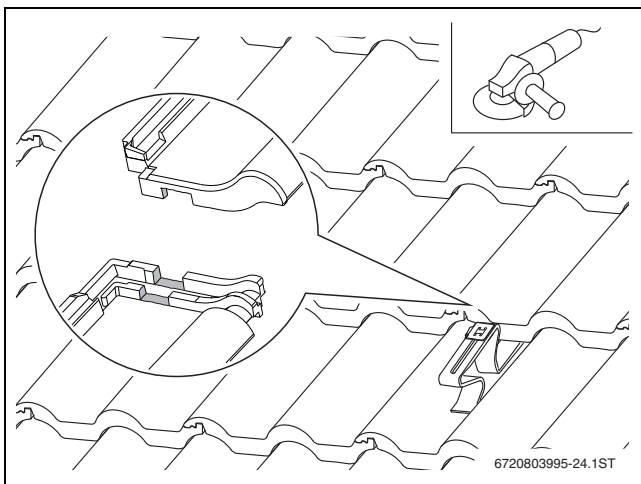

Bild 20 Dachziegel anpassen
- ▶ Auflagepunkte der Dachziegel im Bereich des Dachhakens vorsichtig entfernen (→ Bild 20).